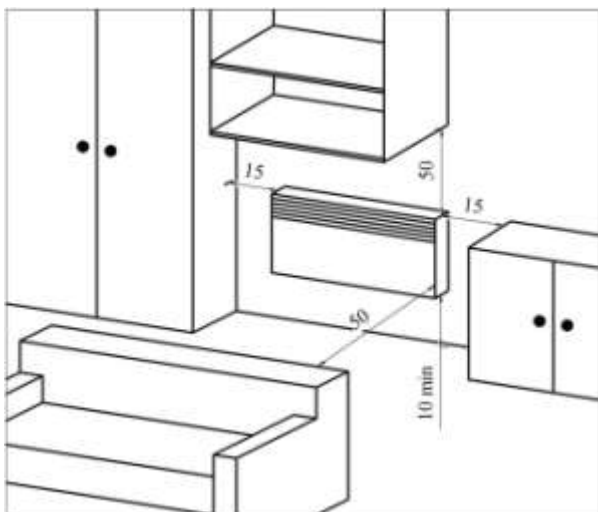

Рис.3
5.7 Розміщення «мобільного» конвектора в приміщенні аналогічне (див. рис.3), при цьому відстань від задньої стінки конвектора до предметів (меблі, штори й т.п.) повинна бути не менше 15 см.